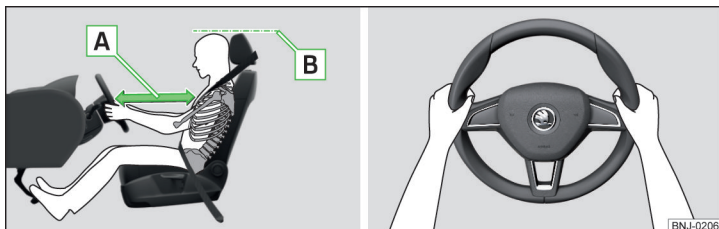

Fig. 18 Poziția corectă a șoferului/poziția corectă de ținere a volanului
- ✓ Reglați volanul în așa fel, încât distanța dintre volan și torace să fie de cel puțin 25 cm » [fig. 18 - \[A\]](#).
- ✓ Reglați tetiera, astfel încât marginea superioară a tetierei să se afle, pe cât posibil, la aceeași înălțime cu partea superioară a capului dumneavoastră (nu este valabil pentru scaunele cu tetieră integrată) » [fig. 18 - \[B\]](#).
- În timpul mersului volanul trebuie ținut cu ambele mâini, de partea exterioră laterală, în poziția „orei 9” și „orei 3” » fig. 18. Nu țineți niciodată volanul în poziția „ora 12” sau în altă poziție (de exemplu de centrul volanului, de marginea interioară etc.). În caz contrar, în cazul declanșării airbagurilor, se poate provoca accidentarea gravă a mâinilor, brațelor și a capului.
- ✓ Reglați tetiera, astfel încât marginea superioară a tetierei să se afle, pe cât posibil, la aceeași înălțime cu partea superioară a capului dumneavoastră » fig. 18 la pagina 24 -  (nu este valabil pentru scaunele cu tetieră integrată).
- ✓ Reglați tetierele, astfel încât marginea superioară a tetierei să se afle, pe cât posibil, la aceeași înălțime cu partea superioară a capului dumneavoastră » fig. 18 la pagina 24 - .